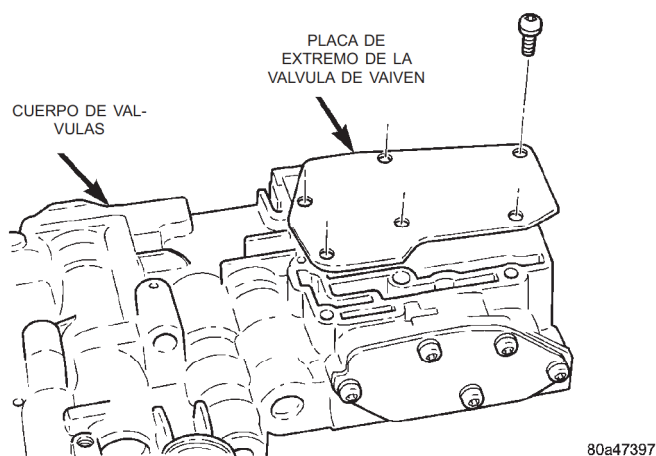

Fig. 55 Placa de extremo de la válvula de vaivén
(21) Retire la placa de extremo de la válvula de vaivén (Fig. 55).